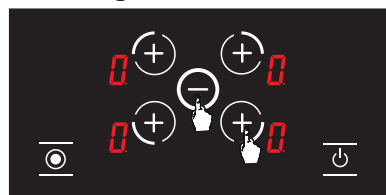

Abbildung 26
2. Die Auswahl taste (**0**) für die rechte Kochplatte wird zusammen mit der Minustaste (**-**) gedrückt (siehe Abbildung 26), dabei ertönt ein kurzer Piepton. Dann werden die Finger vom Bedienfeld des Herds entfernt.